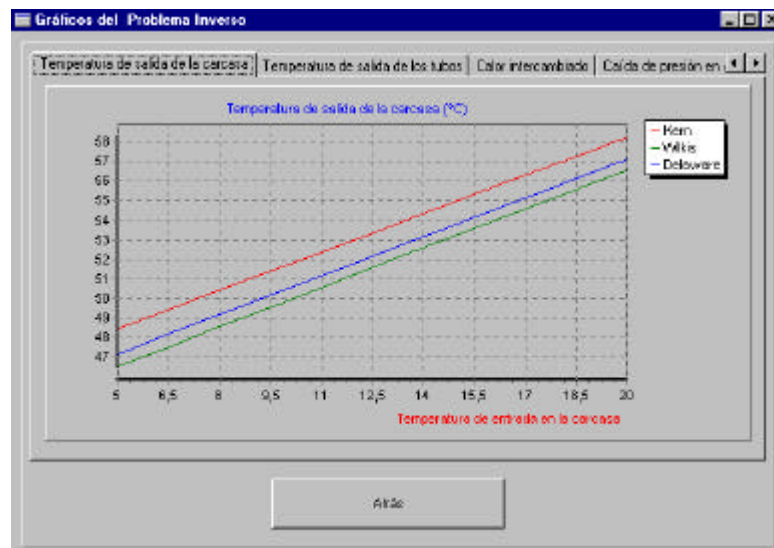

Figura 4.14: TFgraficosi
4.2.10. TFgraficosi (figura 4.14).